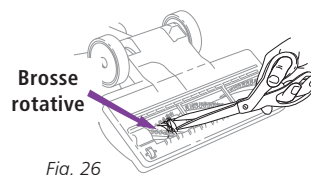

Fig. 26
- 2 Inspectez l'ouverture qui se trouve en-dessous et la brosse rotative. Si une accumulation de débris est présente, la retirer. À l'aide de ciseaux, coupez soigneusement tous fils enroulés autour de la brosse rotative. Évitez d'endommager ou de couper les soies. (Fig. 26)